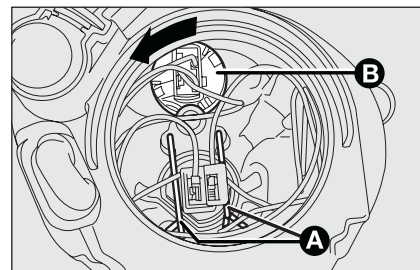

fig. 25
- ☐ desengatar as duas molas de fixação das lâmpadas **A**-fig. 25;
- ☐ rodar no sentido contrário ao dos ponteiros do relógio o porta-lâmpada **B**-fig. 25 e desapertá-lo;